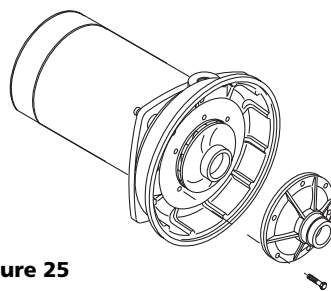

Figure 25
1. Enlever les cinq vis retenant le diffuseur sur la plaque d'étanchéité; enlever le diffuseur (voir Figure 25). La roue est maintenant exposée et peut être nettoyée.